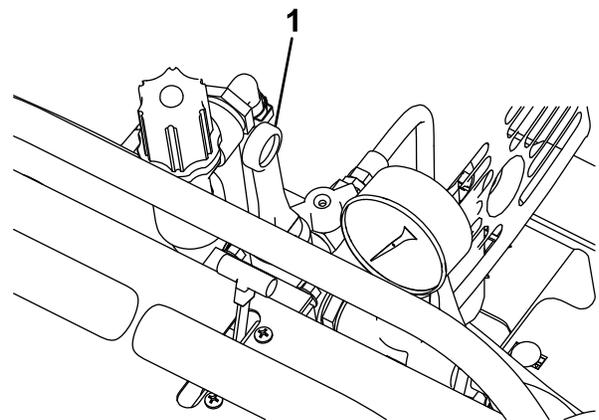

Figure 20
3. Ouvrez la vanne du pulvérisateur pour commencer la pulvérisation (Figure 20).